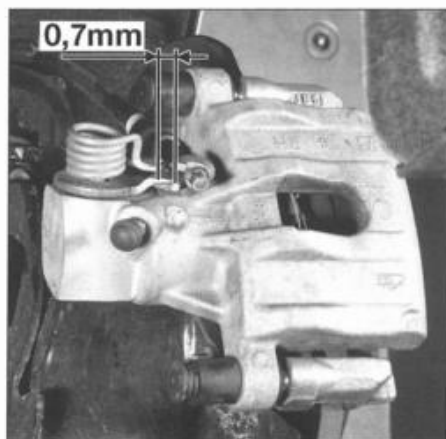

FIG. 23
- Insertar una galga de 0,7 mm de espesor entre la palanca de freno de estacionamiento y el tope de la pinza de freno de los dos lados (fig. 23).